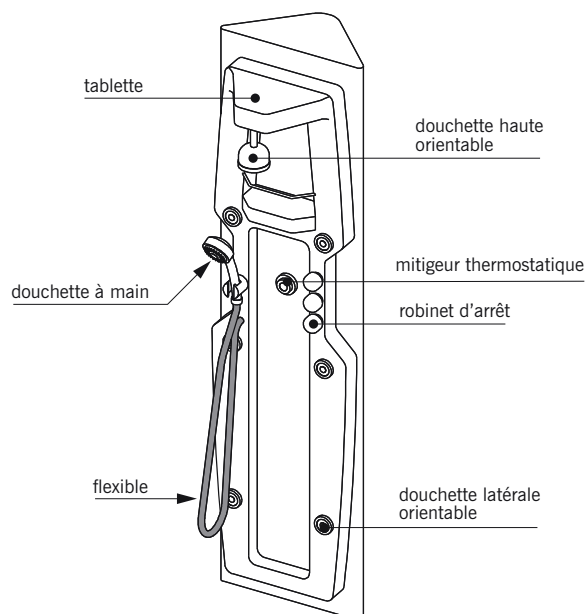

fig. 14.46
■ La **colonne de douche** appelée aussi **colonne hydromassante** (fig. 14.46) : ensemble de douche multifonctions constitué d'une coque en acrylique (plus rarement en aluminium ou en bois traité) comprenant généralement un mitigeur thermostatique encastré, une douchette à main, des buses orientables, des robinets d'arrêt et une tablette de rangement.